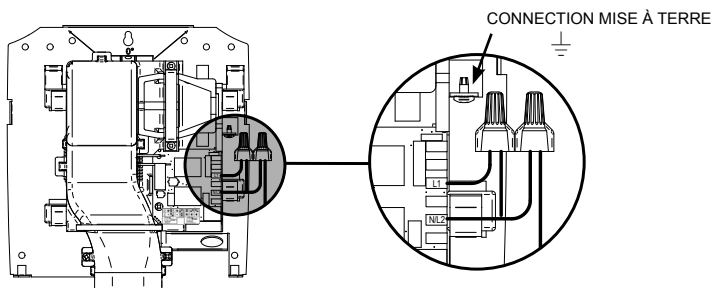

FIG. 4
4. Raccorder le sèche-mains au câble d'alimentation. (FIG. 4)
- Débrancher le moteur de la carte électronique. (FIG. 4)